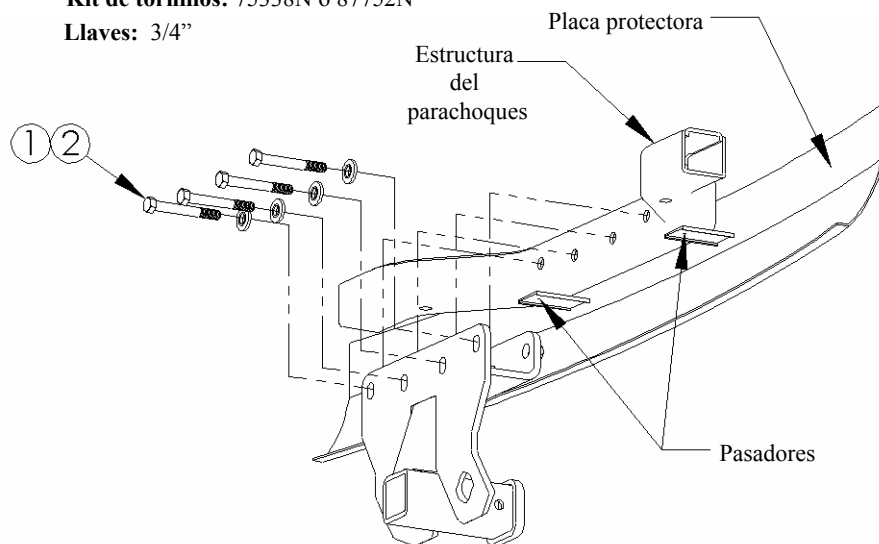

FIGURA 1
2. Retire dos pasadores plásticos que sostienen la placa protectora del parachoques en la estructura del parachoques como se muestra en la figura 1. (Si el gancho de remolque OEM está presente: Quite la placa protectora, el soporte plástico del parachoques y el gancho de remolque)
3. Suavemente hale la placa protectora hacia atrás cerca de una pulgada y levante el enganche a su posición como se muestra en la figura 1.